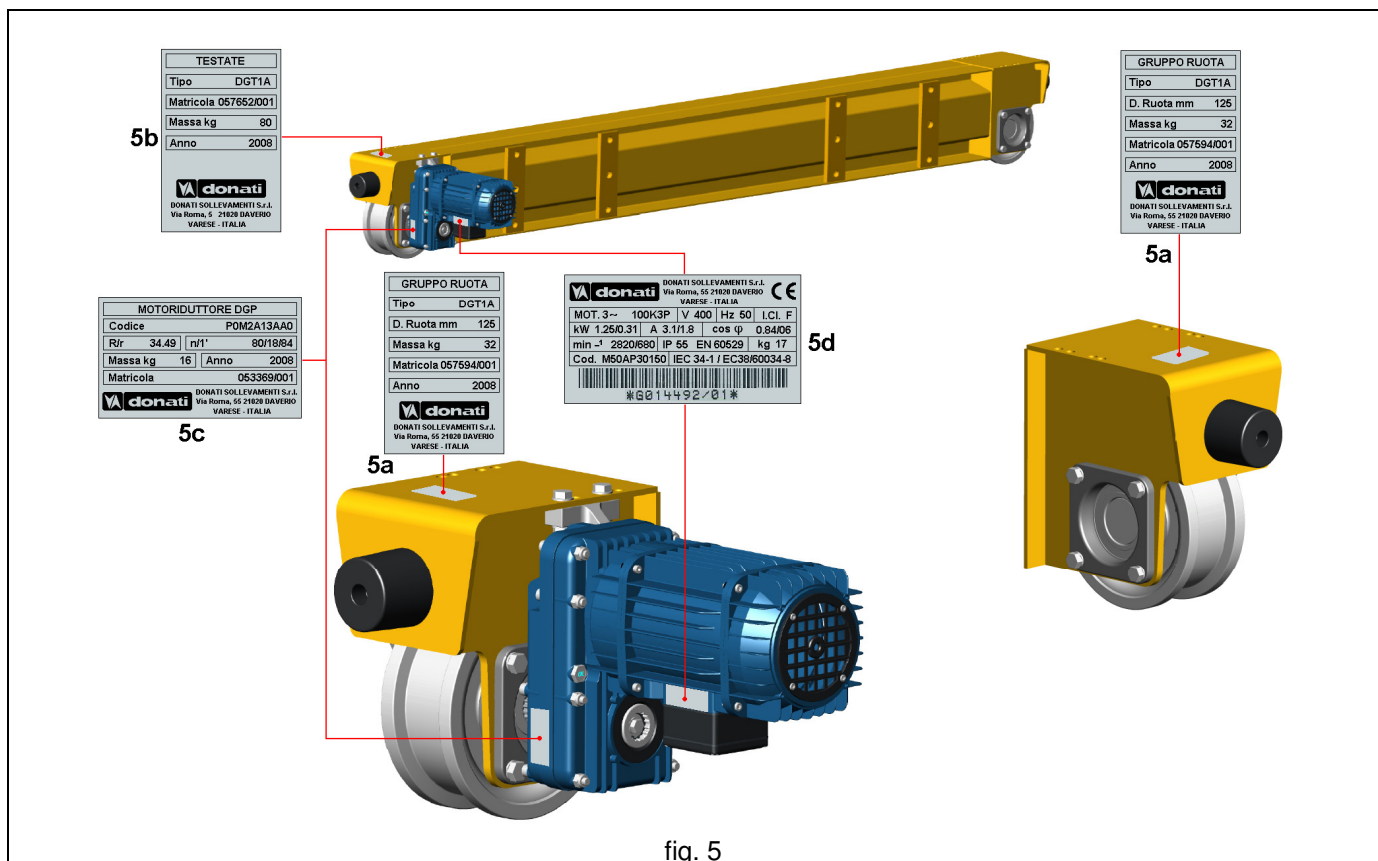

fig. 5
- **Las Unidades** o los **Cabezales de traslación “DGT”** están dotados de las siguientes placas (fig. 5):